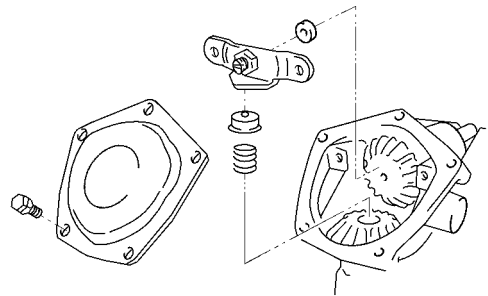

图 16-86 拆下壳体盖板、支承板、座块、弹簧和弹簧座
(5) 拆下壳体盖板、支承板、座块、弹簧和弹簧座，如图 16-86 所示。